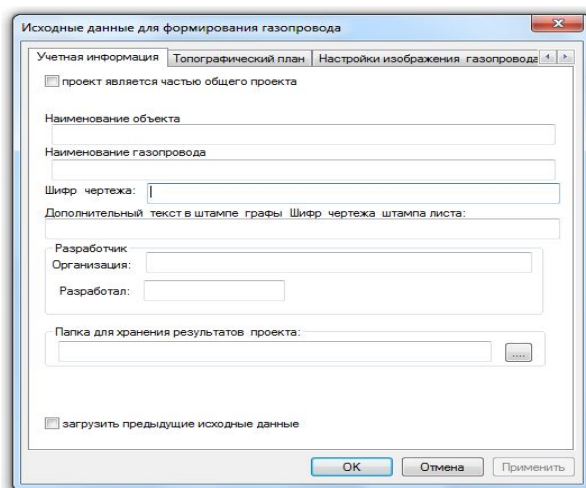

Рис.12
***учетная информация*** (рис.12);